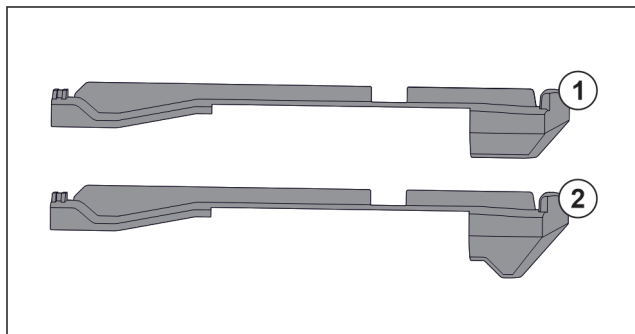

Fig. 78 Usporedba natičnih dijelova
U uređaju se nalaze dva različita natična dijela. Natični dio iznad najdonje ladice Fig. 78 (2) ima trokutasti rub. Svi drugi natični dijelovi Fig. 78 (1) imaju ravan rub.
- Postavite natični dio Fig. 78 (2) s trokutastim rubom iznad najdonje ladice.
- Postavite natični dio Fig. 78 (1) s ravnim rubom na svim drugim stranama.